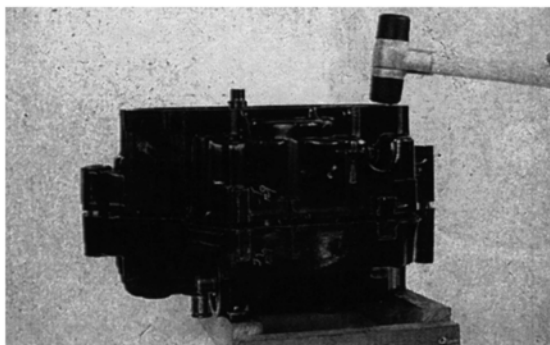

Bild 138
- Nach Ablüften des Lösungsmittels in der Dichtmasse (ca. 5 – 10 Min.) rechte Gehäusehälfte (eventuell unter gefühlvollen Gummihammerschlägen, aber nicht mit Gewalt) auf linke Hälfte, die auf einer Holzunterlage sitzt, absenken (Bild 138).